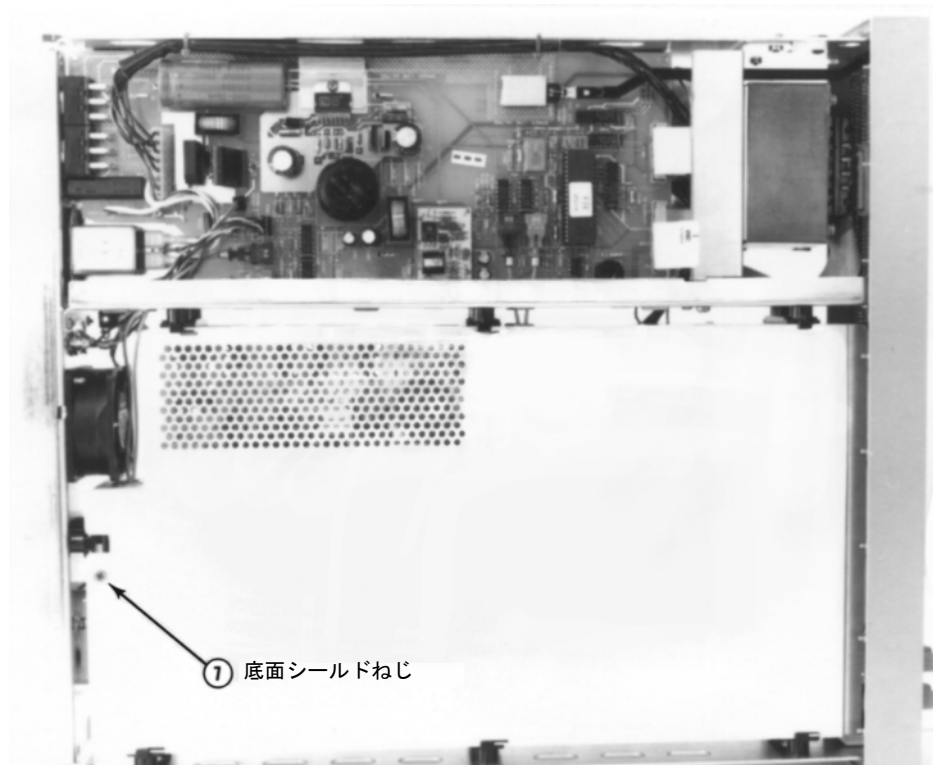

図39. 3458内部底面図
1. 図39を参照してください。#TX10 Torx ドライバを使用して、底面シールドのねじを外します。次に、底面シールドを取り外します。シールドを裏面方向に引いて、リテーナがシールドのスロットと合うようにしてから、シールドを外します。
3. 図39を参照してください。底面シールドを取り付けます。シールドのスロットを、リテーナに合わせます。シールドを前面パネル方向に押し、シールドのねじ穴とシャーシのねじ穴を合わせます。#TX10 Torx ドライバを使用して、シールドねじを元に戻します。